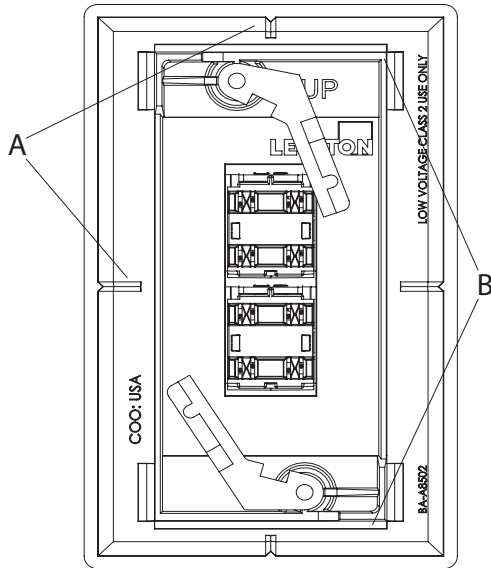

Figure 1 / Figure 1 / Figura 1
1. Mark the wall with the centerlines (horizontal and vertical) for the wall plate placement. These will line up with the marks on the back of the QuickPlate™ Tempo shown in **Figure 1-A**.
4. Using a sharp pencil or a utility knife, mark all four of the corners of the cutout as shown in **Figure 1-B**.
2. Poser la face avant de la plaque sur le mur, en alignant les encoches « A » de la **figure 1** sur les marques effectuées à l'étape 1.
4. Au moyen d'un couteau universel ou d'un crayon bien aiguisé, marquer les quatre coins de l'ouverture requise (emplacements « B » de la **figure 1**).